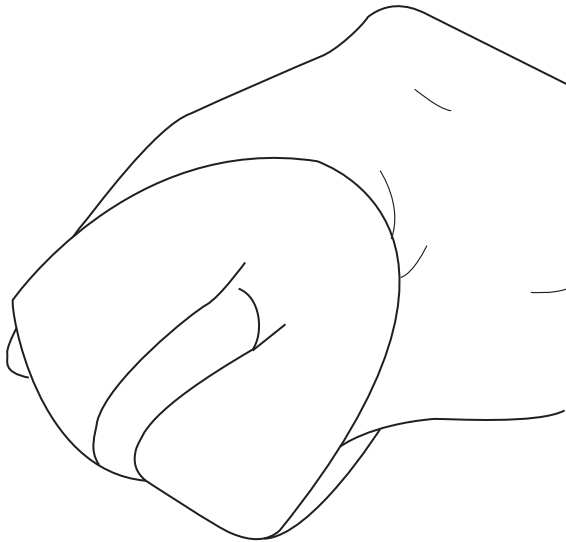

Figura 34
11. Exprima los filtros para remover el exceso de aceite (vea la Figura 34).